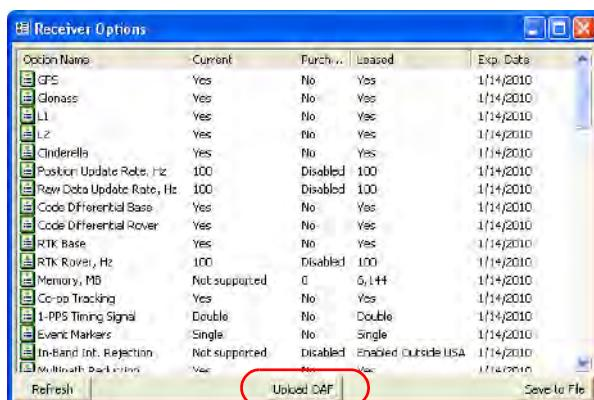

Рис. 5-5. Опции приемника
- Нажмите кнопку **Upload OAF** в нижней части окна *Receiver Options* (см. Рис. 5-5).